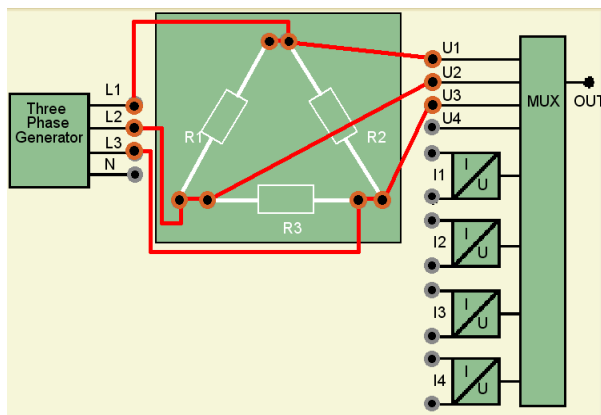
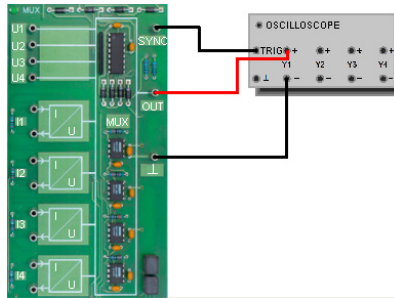
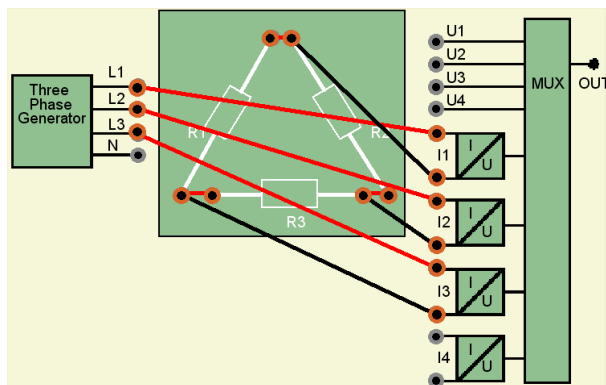

Рис. 2. Экспериментальная схема для эксперимента 1
Рис. 3. Базовая схема включения многоканального осциллографа
Рис. 8. Экспериментальная схема для эксперимента 2
Собрать экспериментальную схему (рис. 2). Соединить выходы мультимплексора (рис. 3).
11. **Эксперимент 2 «Измерение линейных токов  $I_1$ ,  $I_2$ ,  $I_3$ ».** Собрать экспериментальную схему (рис. 8). Соединить выходы мультимплексора (см. рис. 3).